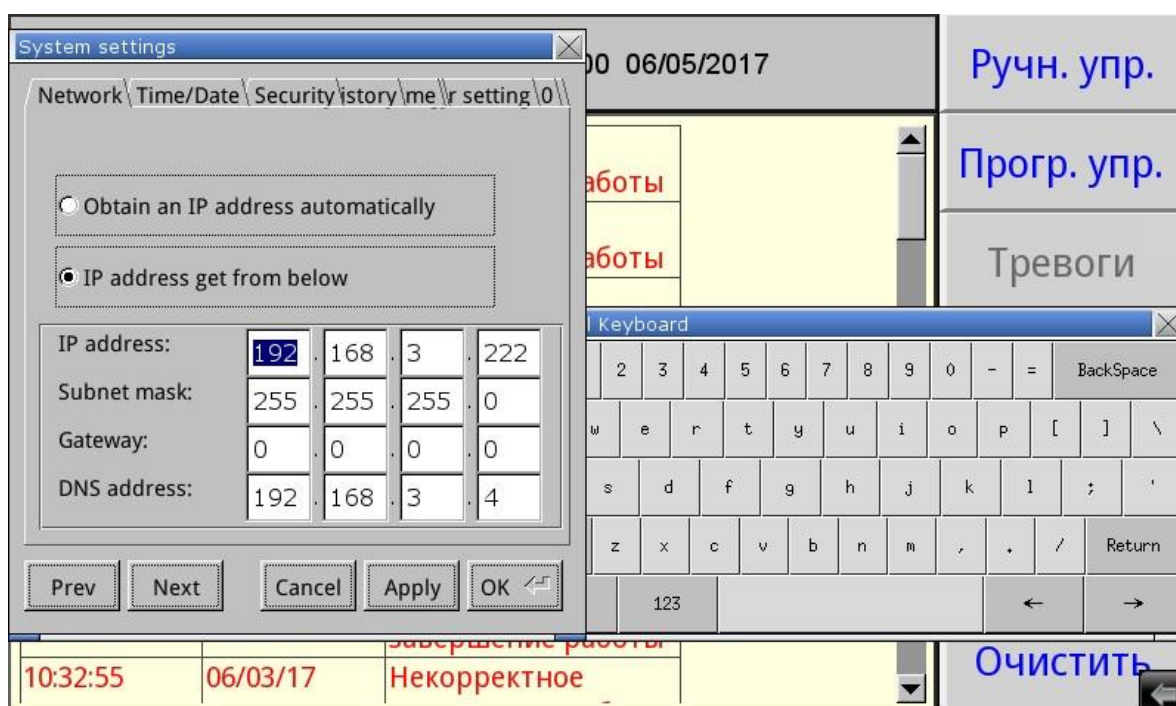

Рисунок 3 – Вкладка системных настроек с настройками сети
4. Во вкладке «Network» системных настроек настроить параметры контроллера (IP – адрес, маску подсети, шлюз, DNS) с помощью клавиатуры, изображенной в правой части экрана, в соответствии с настройками сети, в которую будет включено изделие (см. рисунок 3).